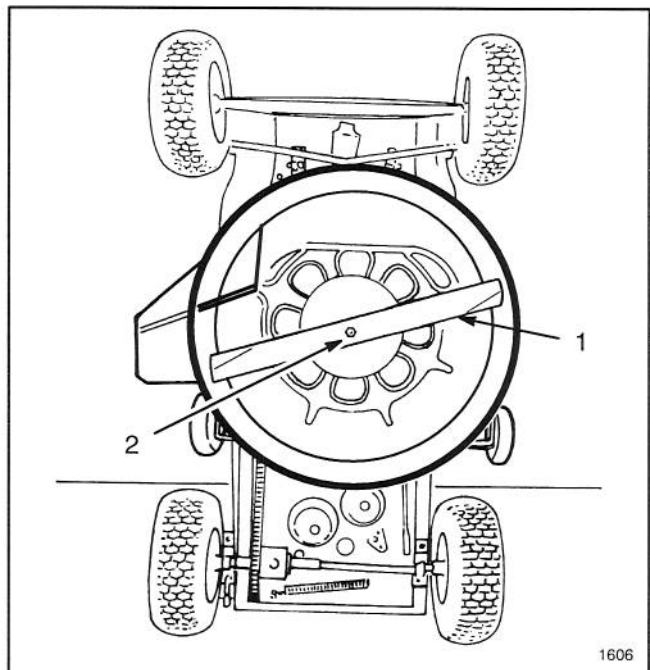

Abbildung 13
6. Das Ende des Messerbalkens mit umwickeltem Lappen oder mit einem schweren, wattierten Handschuh festhalten. Jetzt die Messerbalken-Befestigungsschraube, Unterlegscheibe und das Messer entfernen (Abb. 13).
9. Nacheinander Messer, Unterlegscheibe und Messerschraube wieder anbringen (Abb. 13). Die Messerschraube auf 45-60 ft-lb (61-81 Nm) anziehen.